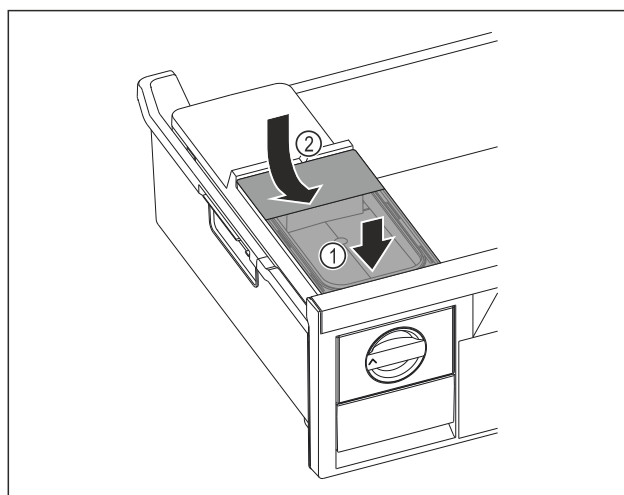

Fig. 72
- ▶ Așezați în față rezervorul de apă. Fig. 72 (1)
- ▶ Coborâți în spate rezervorul de apă. Fig. 72 (2)